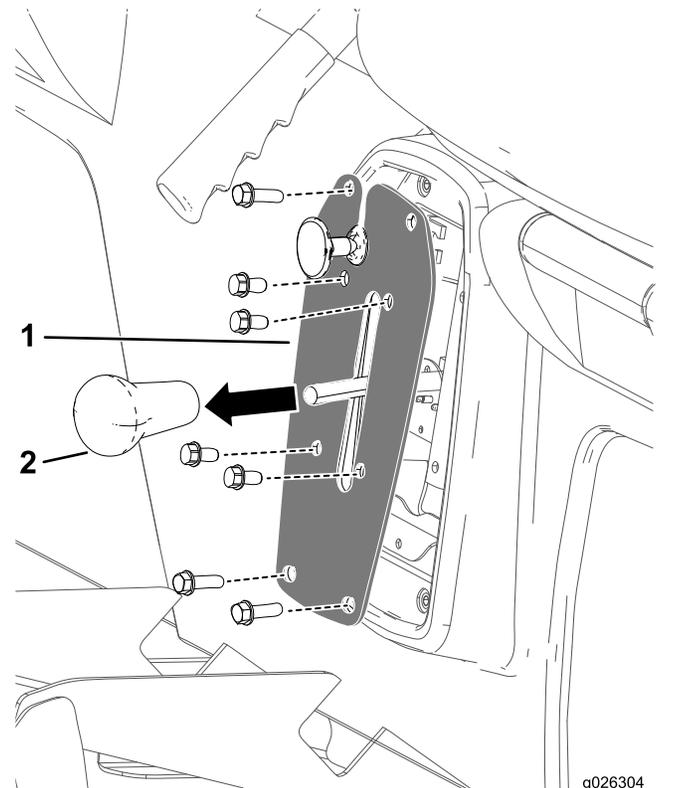

Figura 45
1. Rimuovete la manopola dalla leva del cambio (Figura 45).
2. Rimuovete i 4 bulloni che fissano la piastra del cambio alla staffa del cambio (Figura 45).
3. Rimuovete i 4 bulloni che fissano la piastra del cambio alla base del sedile e rimuovete la piastra del cambio (Figura 45).
4. Avvitare la manopola della leva del cambio e serratela manualmente (Figura 45).